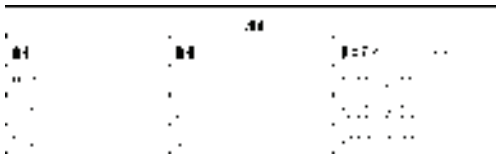

图 8-67 新建结果
7) 单击“确定”按钮，即可完成新建列操作，结果如图 8-67 所示。